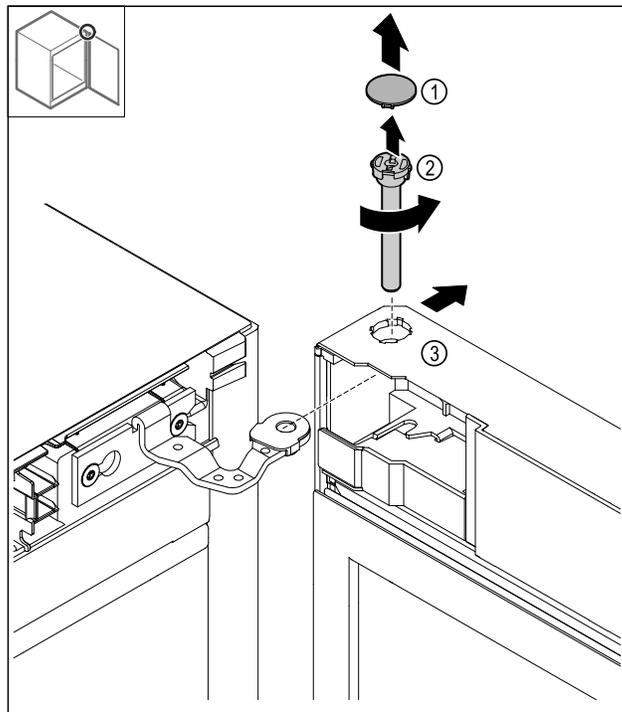

Fig. 18
- Retirer le cache Fig. 18 (1).
- Dévisser le boulon Fig. 18 (2) dans les sens inverse des aiguilles d'une montre et le retirer.
- Basculer légèrement la porte Fig. 18 (3).